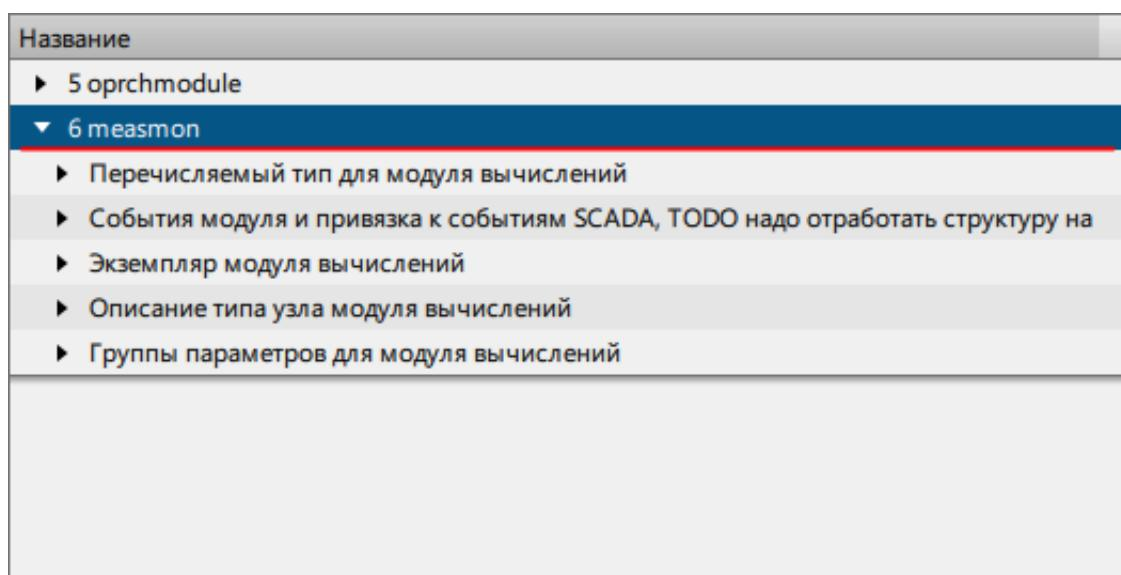

Рисунок 424 - Узел 6 measmon
3. Раскройте узел **6 measmon** (Рисунок 424).